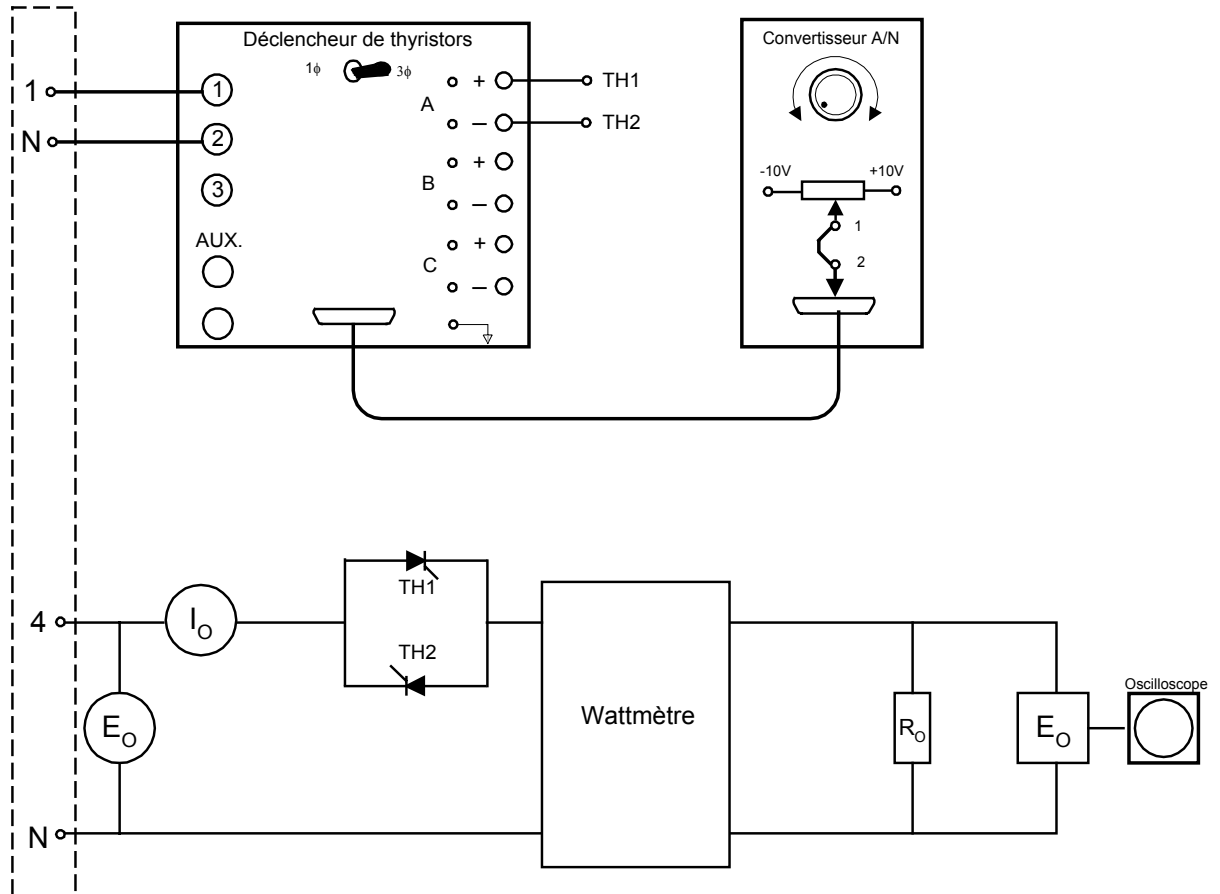

FIGURE 3-1
1. Montez le circuit de la Figure 3-1 et assurez-vous que le commutateur du déclencheur est en mode 1 $\phi$ . Branchez une charge de 220 ohms.